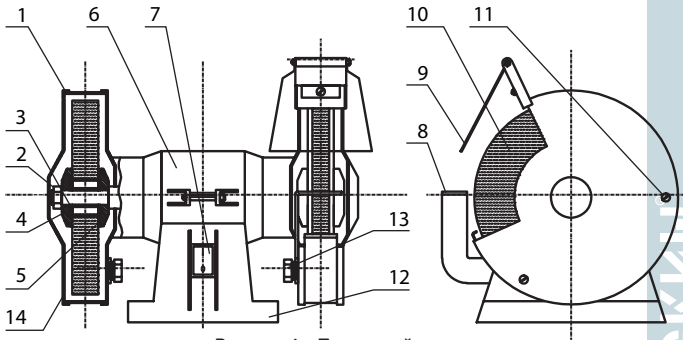

Рисунок 1 – Точильный станок
2. Установить и закрепить экран прозрачный (9), подручник (8) (рис.1).
- ослабляется гайка (2) (см. рис.1);
- затягивается гайка (2);
5. При работе допускается незначительное перемещение электроточила относительно опорной поверхности. Для исключения этого явления необходимо точильный станок закрепить на рабочем месте через отверстия в подставке (12) или установить его на резиновую прокладку.
ВНИМАНИЕ! Установка шлифовального круга без картонных прокладок (3) (рис. 1) не допустима. Запрещается заменять вилку двухполюсную с заземляющим контактом на вилку двухполюсную без заземления.